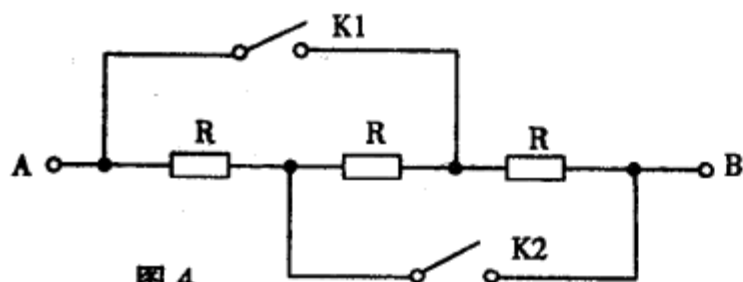
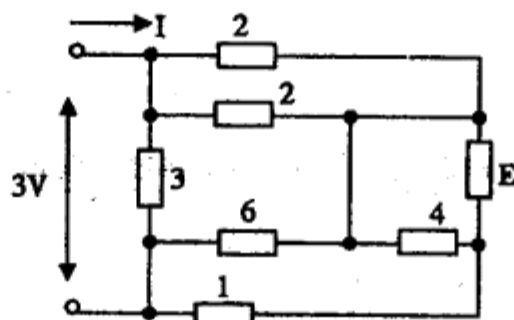
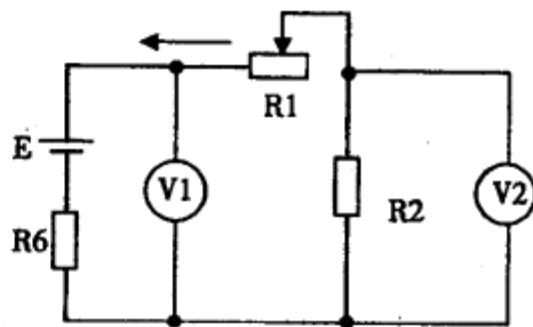

图 4
图 5
图 6
- ① $R_2$ 越大, 它消耗的功率越大
② $R_2$ 越小, 它消耗的功率越大
③ $R_2 > R_1$ 时,  $R_2$ 消耗的功率随 $R_2$ 增加而增加
④当 $R_2 = R_1$ 时,  $R_2$ 消耗的功率最大
- ①减小到原来的 $1/4$       ②减小到原来的 $1/16$
③减小到原来的 $1/8$       ④减小到原来的 $2/4$
- ① $4P$       ② $2P$       ③ $P/4$       ④ $P/2$
8. 电路如图4所示。若在 $A$ 、 $B$ 间接上恒定电压后获得最大功率, 应采取什么方法?
- ① $K_1$ 、 $K_2$ 都断开      ② $K_1$ 闭合、 $K_2$ 断开
③ $K_1$ 、 $K_2$ 都闭合      ④ $K_1$ 断开、 $K_2$ 闭合
9. 计算图5电路的等效电阻 $R$ 和 $I$
- ① $R=1.5\Omega$      $I=2A$       ② $R=2\Omega$      $I=1.5A$
③ $R=3\Omega$      $I=1A$       ④ $R=1\Omega$      $I=3A$
10. 当图6电位器中心抽头按图示方向移动时, 两电压表的读数变化情况
- ① $V_1$ 、 $V_2$ 同时增大      ② $V_1$ 、 $V_2$ 同时减小
③ $V_1$ 增大、 $V_2$ 减小      ④ $V_1$ 减小、 $V_2$ 增大▲